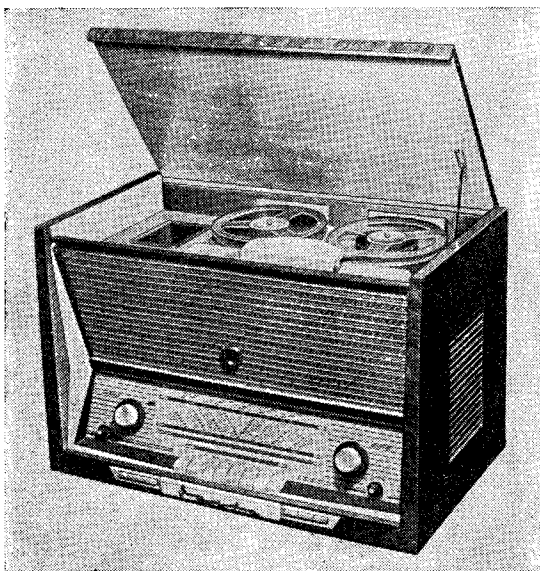

Рис. 52. Общий вид магнитолы «Вайва».
**Общие сведения.** Магнитола «Вайва» является комбинированным устройством, состоящим из супергетеродинного радиоприемника второго класса и магнитофонной панели «Эльфа-17». Магнитола предназначена для приема радиовещательных станций в диапазонах длинных, средних, коротких и ультракоротких волн, а также для записи и воспроизведения звука. Магнитола представляет собой настольную конструкцию, выполненную в деревянном корпусе с поднимающейся крышкой. Под крышкой расположена магнитофонная панель (рис. 52). Номинальная выходная мощность магнитолы 2 вт. Питание производится от сети переменного тока напряжением 127 или 220 в. Допустимые колебания напряжения  $\pm 10\%$ . Мощность, потребляемая от сети, при радиоприеме 80, а при использовании магнитолы как магнитофона 125 вт. Габариты магнитолы  $622 \times 435 \times 375$  мм, ее вес 26 кг.